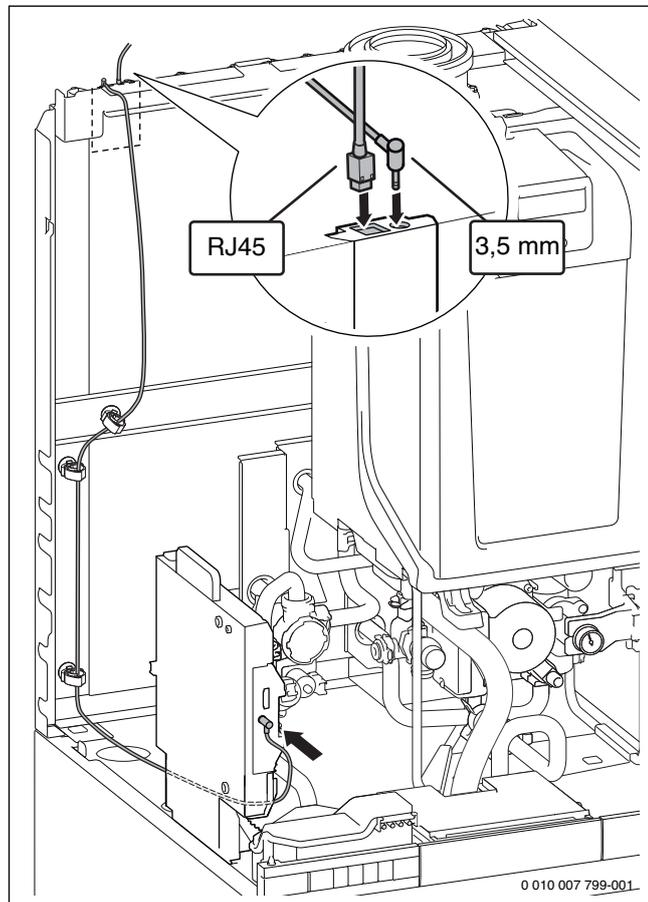

Bild 180 Anschluss und Verlegung des Kabels an Buderus Logamatic web KM100
- Kabel für den Anschluss Buderus Logamatic web KM100 aus dem Lieferumfang entsprechend Bild 180 verlegen und anschließen.